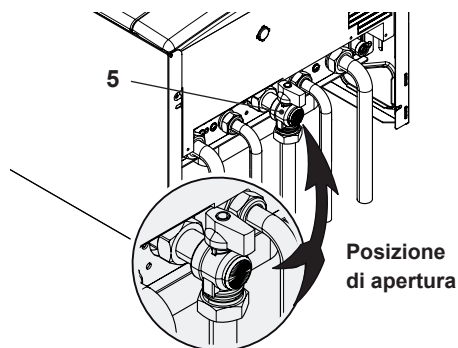

Figura 6.1
- Aprire il rubinetto del contatore gas e quello della caldaia 5 in Figura 6.1.
- Aprire il rubinetto gas 5 in Figura 6.1.